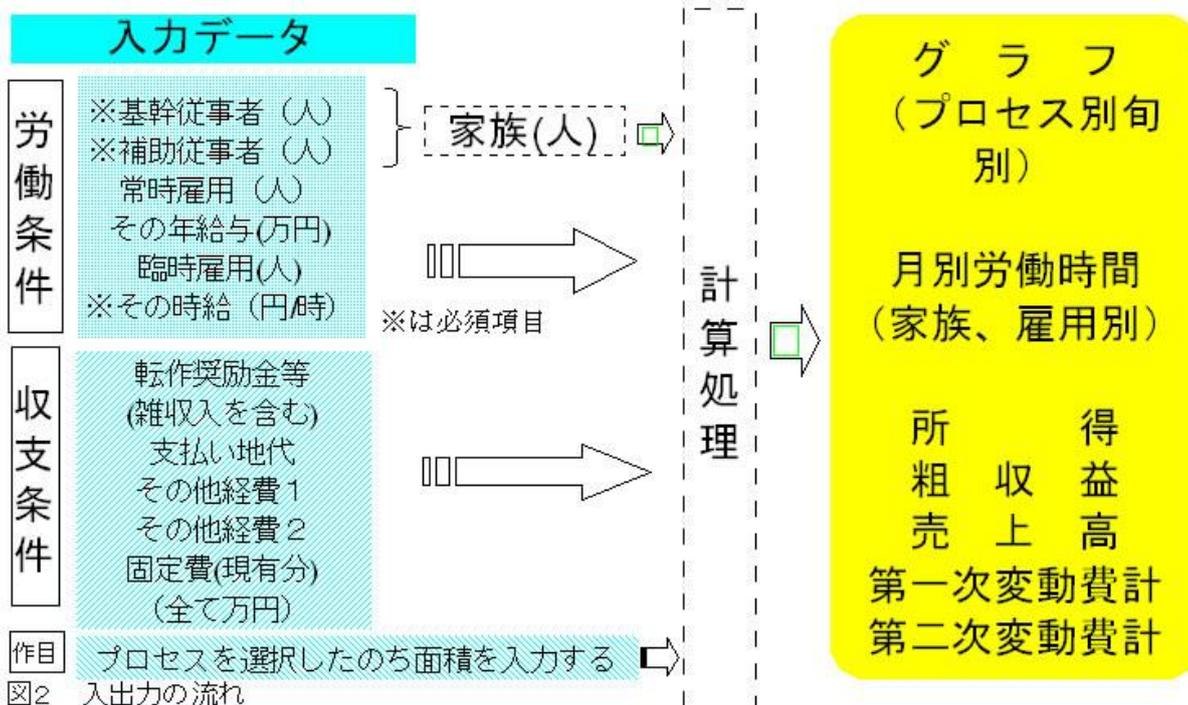

図2 入出力の流れ
- 4) 入力するデータを極力少なくしたこと。最低限入力するデータは、労働力(基幹従事者数、補助従事者数)、プロセス別栽培面積である。プロセスについては、あらかじめ準備してあるものから画面上で選択するものとしている。図2参照。